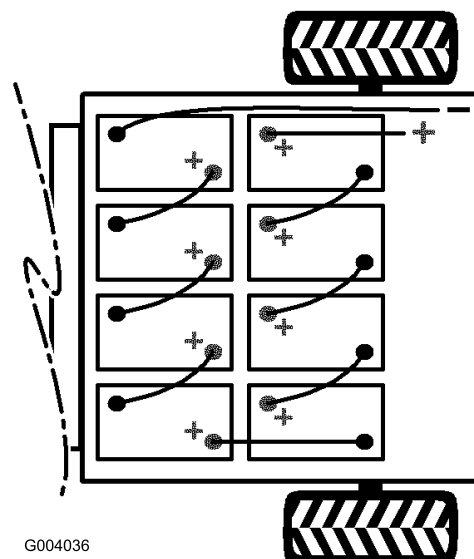

Figura 29
2. Desconecte del borne de la batería el cable negro largo (negativo) que va desde el banco de baterías a la máquina (Figura 29).
3. Desconecte del borne de la batería el cable rojo largo (positivo) que va desde el banco de baterías a la máquina (Figura 29).
Nota: Preste atención a la polaridad de las baterías al instalar las baterías nuevas (Figura 29).
9. Conecte las baterías entre sí con los cables retirados anteriormente, según se muestra en Figura 29.
10. Conecte el cable rojo largo (positivo) entre el banco de baterías y la máquina (Figura 29).
11. Conecte el cable negro largo (negativo) entre el banco de baterías y la máquina (Figura 29).